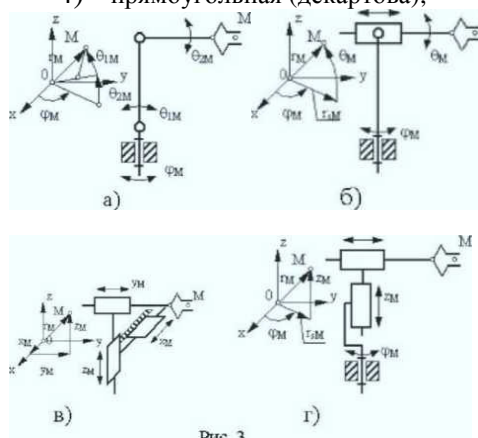

Рис. 3
d. Укажите в соответствии с рис. 3 системы координат «руки» манипулятора.